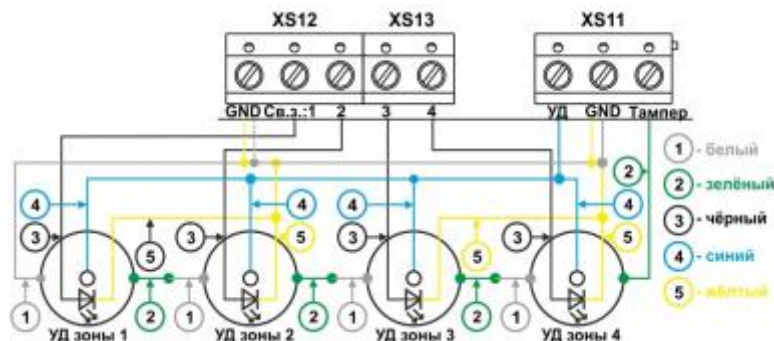

Рисунок 15. Схема подключения УД-2/5
до 7 А·ч. Устройство доступа УД-2/5 (Рис.15) является внешним устройством и предназначено для считывания электронных ключей, индикации процесса обработки ключей, а также индикации общего состояния соответствующей зоны: «Норма», «Охрана», «Тревога». Адаптер программирования АП-USB предназначен для подключения приборов к ПЭВМ для последующего их конфигурирования. Пульт программирования ПР-100 предназначен для программирования приборов.
3. Плата управления имеет клеммы и разъёмы, назначение которых приведено ниже. Устройство доступа УД-2/5 подключается согласно схеме подключения (Рис.15). Адаптер программирования АП-USB подключается к разъёму ХР4 на плате управления (Рис. 14). Пульт программирования ПР-100
3. Плата управления имеет клеммы и разъёмы, назначение которых приведено ниже. Устройство доступа УД-2/5 подключается согласно схеме подключения (Рис.15). Адаптер программирования АП-USB подключается к разъёму ХР4 на плате управления (Рис. 14). Пульт программирования ПР-100 подключается к разъёму ХР6 на плате управления (Рис. 14). В платах